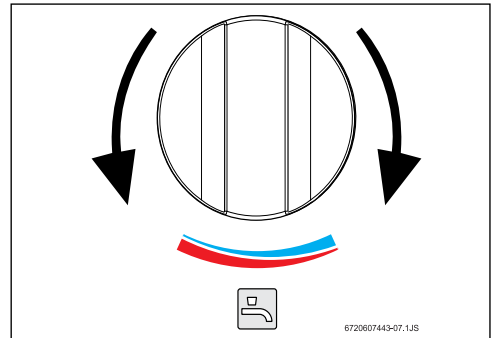

Fig. 10
- ▶ Retirar o freio de fixação do casquilho do filtro (Fig. 10, [1]) situado no automático de água.
- ▶ Retirar o casquilho do filtro (Fig. 10, [2]) do automático de água.